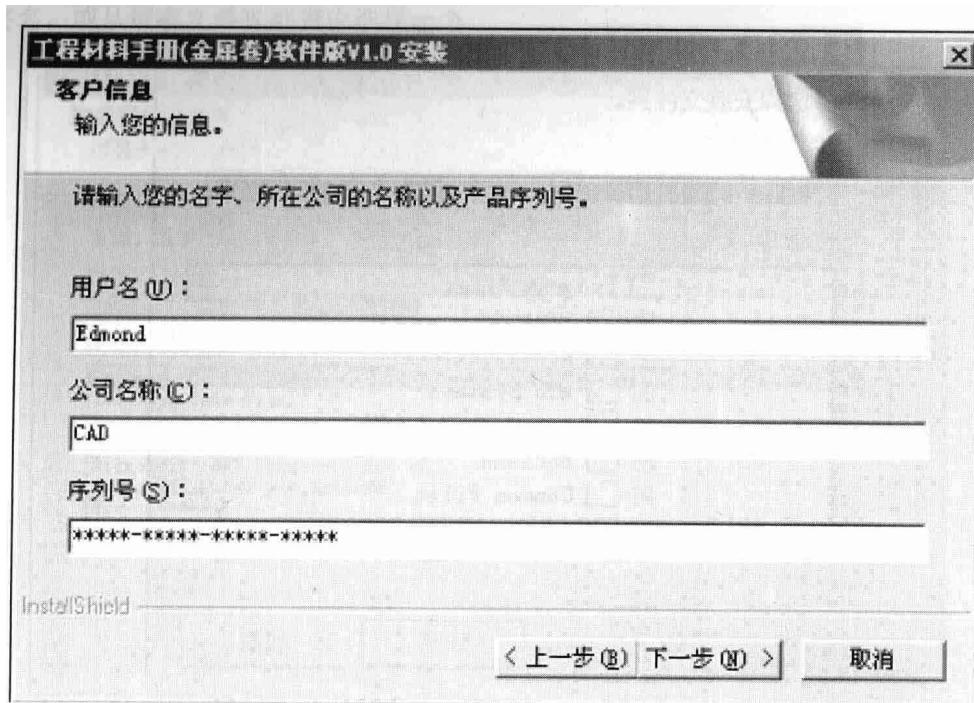

图 1.4 客户信息界面
(5) 在如图 1.4 所示的客户信息界面输入相关信息及序列号，并仔细检查序列号无误后，单击“下一步”按钮。